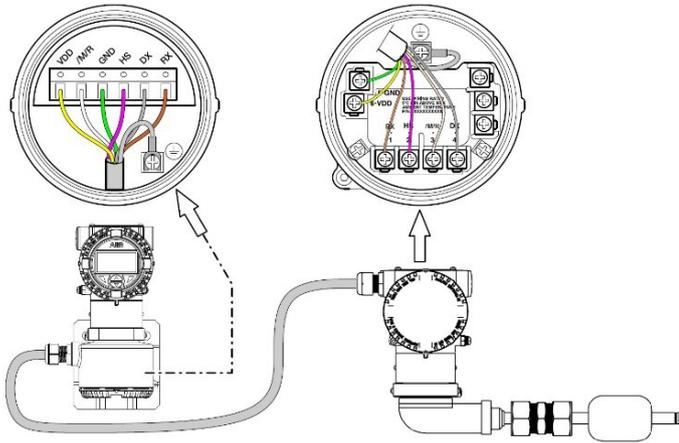

Рис. 22 Удаленная версия: подключение сигнального кабеля
- 6 Подсоедините провода к соответствующим клеммам (см. рис. 22).